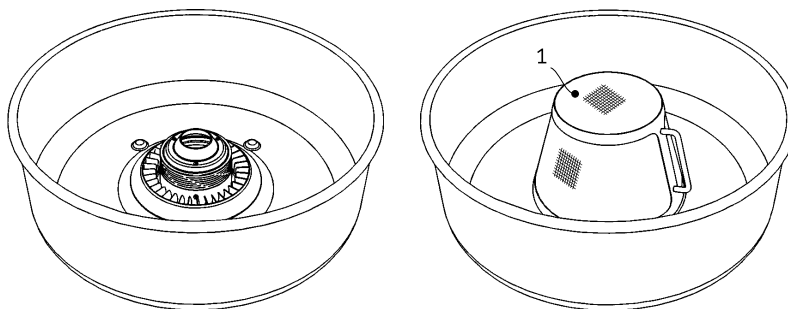

Рисунок 4
Чтобы избежать разлетания «снега» вокруг изделия в процессе работы, необходимо накрывать прядильную голову колпаком “No-Snow” (1), см. Рис. 4. Сетчатые стенки колпака не препятствуют потоку воздуха, но задерживают летающие волокна сахарной ваты.